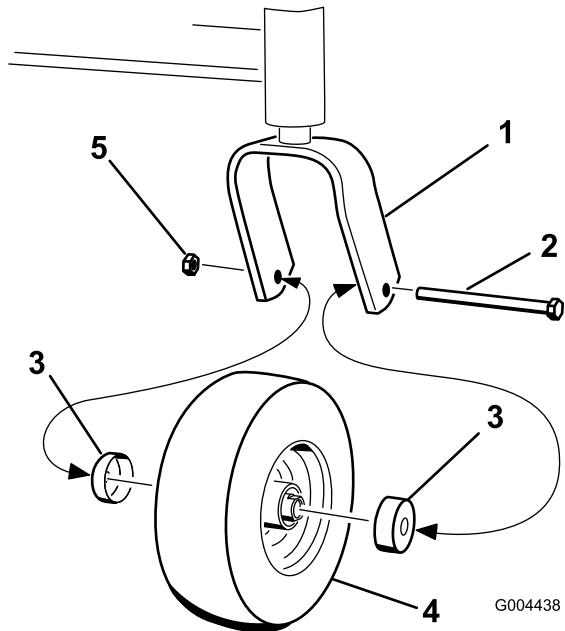

Figure 28
4. Retirez l'écrou et le boulon de fixation de la roue pivotante à la chape pivotante avant (Figure 28).
5. Déposez le protège-joint du moyeu de roue (Figure 28).
17. Posez les protège-joints sur les moyeux, puis insérez la roue dans la chape pivotante (Figure 28).
18. Montez le boulon et serrez l'écrou (Figure 28).